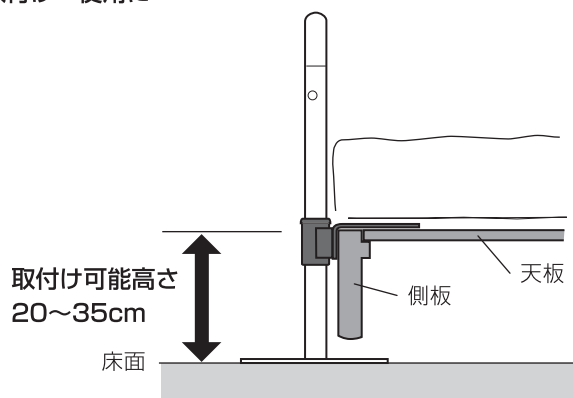

図1
- 床面からベッド天板までの高さ（マットレスは含まず）が20cm以下、35cm以上のベッド（図1参照）